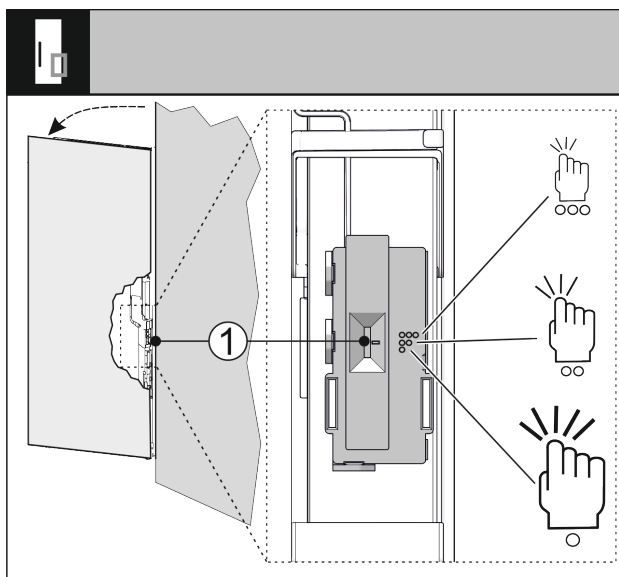

Fig. 71
A koppintásérzékelő érzékenysége kapcsolóval Fig. 71 (1) állítható. A kapcsoló a zsanérok oldalán található az ajtó alsó harmadán.
- Tolja a kapcsolót Fig. 71 (1) a kívánt kapcsolóállásba.